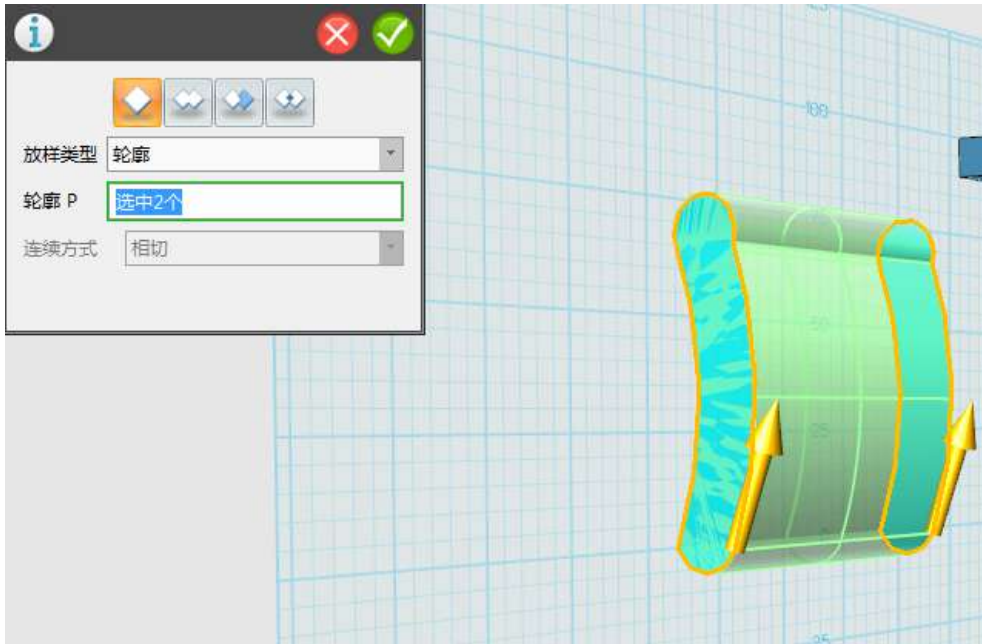

图 1-14
Step 14 床的靠背部分绘制完毕，如下图 1-14 所示：